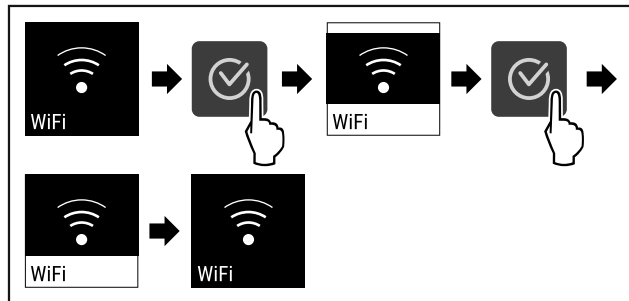

Fig. 77
- Izvedite zahtevane korake (glejte Fig. 77).